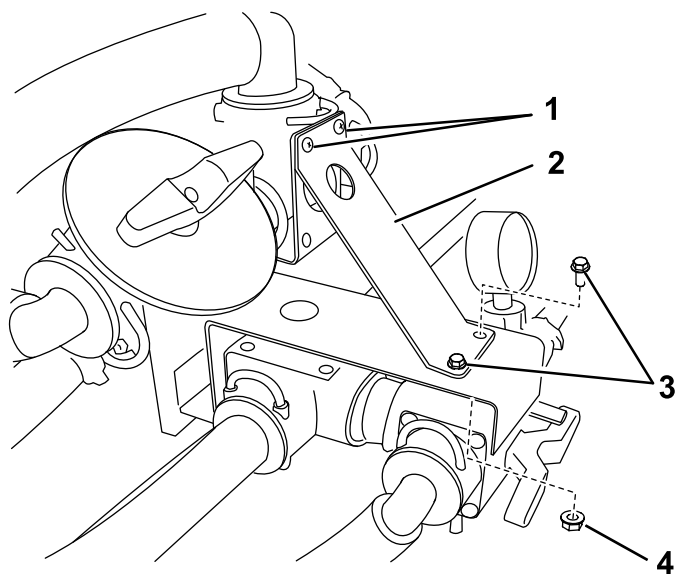

Bild 9
- Entfernen Sie an einem Workman-Spritzsystem (Bild 9) die zwei Schrauben, mit denen der obere T-Anschluss befestigt ist, und montieren Sie die Stützhalterung mit den Schrauben, zwei Bundkopfschrauben (1/4" x 3/4") und zwei Bundmuttern (1/4").